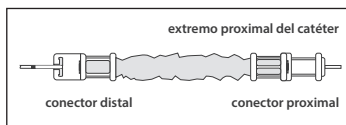

Figura 4
- ◊ Introduzca la punta del catéter deseado a través del extremo proximal del protector contra contaminación del catéter. Haga avanzar el catéter a través del tubo y el conector del otro extremo (consulte la figura 4).